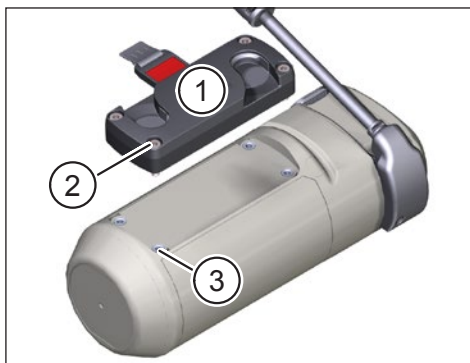

Fig. 3: Fije el conector FIDLOCK® Force a Range Extender
- Fije el conector FIDLOCK® Force (Pos. 1 en Fig. 3) en las roscas (Pos. 3 en Fig. 3) en el Range Extender utilizando los cuatro tornillos cilíndricos M4 × 16 suministrados (Pos. 2 en Fig. 3).